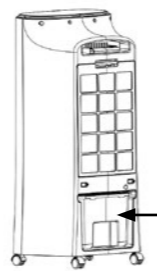

Abbildung 3
4. Setzen Sie den Wassertank wieder richtig ein. Abbildung 3